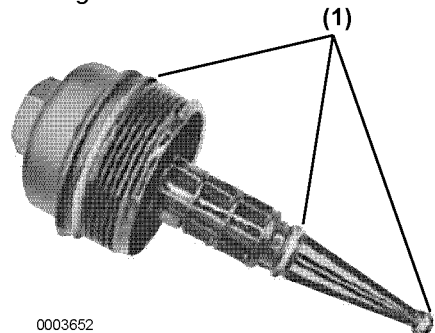

Abbildung 2
7. Drei O-Ringe (Abbildung 2, (1)) an Stange wechseln.